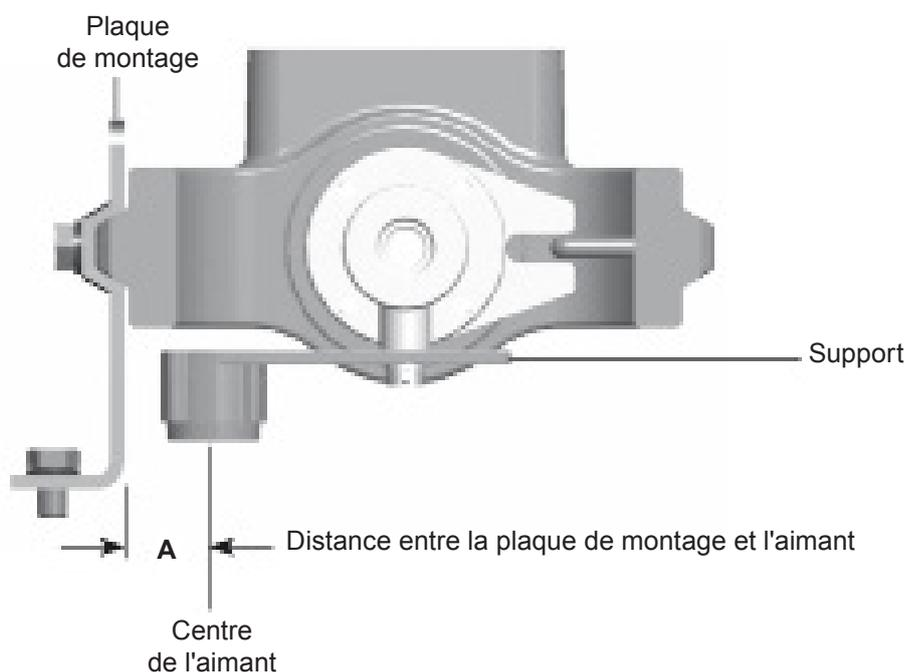

Fig. 28
5.2.3 Si vous n'utilisez pas de servomoteur Spirax Sarco, faire glisser le support jusqu'à ce que la distance 'A' entre le centre de l'aimant et le côté interne de la plaque de montage soit de 25 mm (Fig. 28).